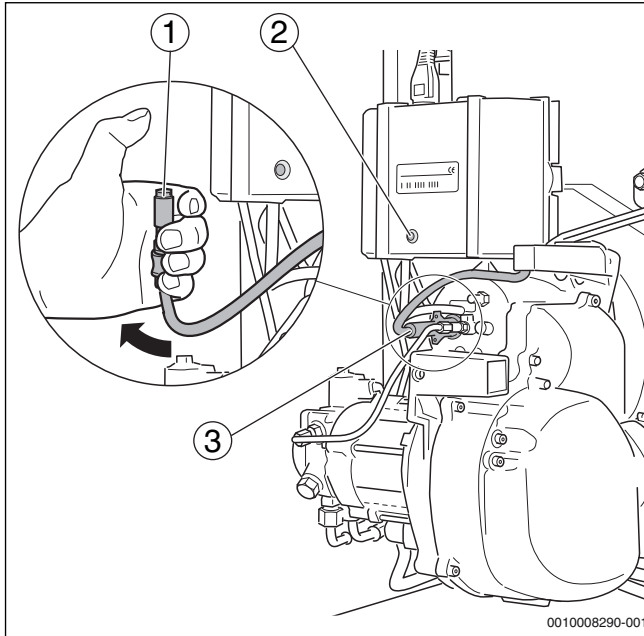

Fig. 26 Comprobación del funcionamiento de la fotocélula
- ▶ Separe la fotocélula del soporte con el quemador en funcionamiento tirando del mando previsto para tal fin (→fig. 26, [3])
- ▶ Mantenga la fotocélula bajo la luz (→fig. 26, [1]). Después de la nueva conexión debe producirse una desconexión por fallo.
- ▶ Después de un tiempo de espera de aprox. 30 segundos desbloquee el programador de combustión pulsando la tecla de reinicio (→fig. 26, [2]).